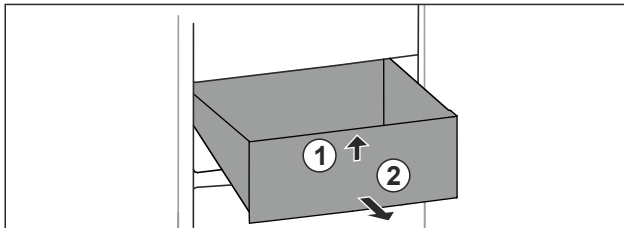

Fig. 136
- Schubfach vorne anheben. Fig. 136 (1)
- Schubfach nach vorne entnehmen. Fig. 136 (2)